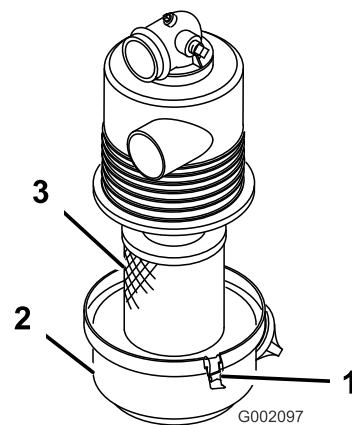

Рисунок 18
1. Проверьте корпус воздухоочистителя на отсутствие повреждений, которые могут вызвать утечку воздуха. Убедитесь, что крышка герметично установлена на корпусе воздухоочистителя (Рисунок 18).
2. Отпустите фиксаторы, крепящие крышку воздушного фильтра на его корпусе (Рисунок 18).
3. Отделите крышку от корпуса и очистите внутреннюю поверхность крышки воздушного фильтра (Рисунок 18).
3. Вставьте элемент в корпус воздушного фильтра (Рисунок 18).
4. Совместите крышку воздухоочистителя с его корпусом (Рисунок 18).
5. Закрепите крышку на корпусе фиксаторами (Рисунок 18).